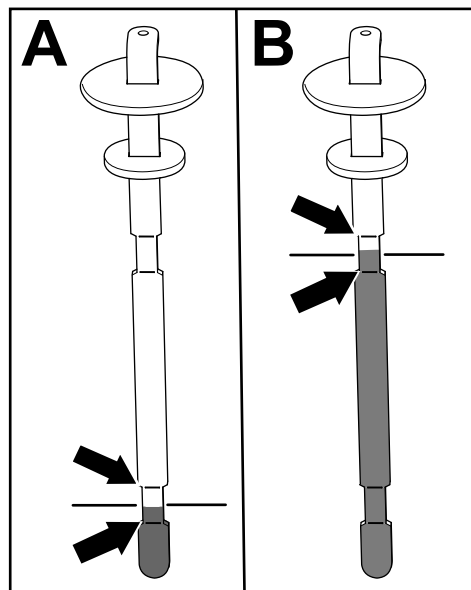

図 79
5. ディップスティックを抜いて油量を点検する 図 79。
2 本のマークの間であれば適切 A 図 79。その下のマークより上でも OK。
- 油圧駆動式アタッチメント用ホースキットを搭載している場合オイル量がディップスティックについている上側の 2 本のマークの間であれば適切 B 図 79。